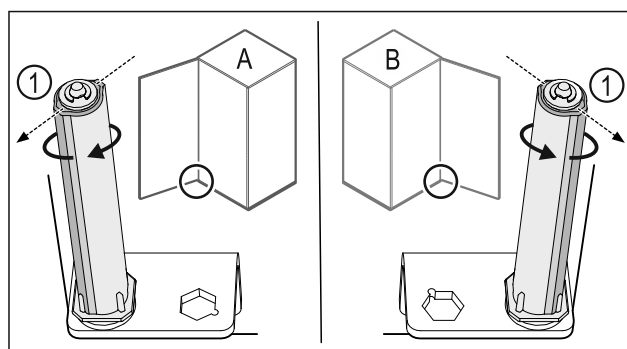

Fig. 34 Levý doraz (A) / pravý doraz (B)
- ▶ Otáčejte uzavíracím systémem proti odporu, dokud nebude lamela uzavíracího systému Fig. 34 (1) ukazovat směrem ven.